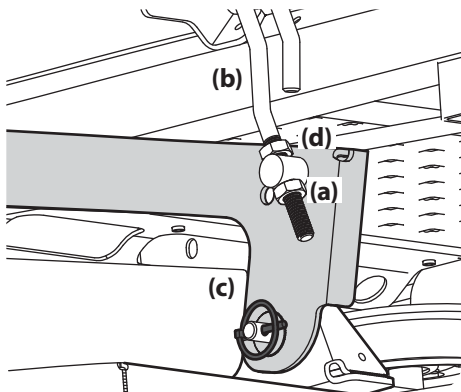

Figure 4-6
3. Desserrez le contre-écrou inférieur (a) sur la barre ajustable (b) qui est fixée au bras de relevage (c) pour abaisser le plateau de coupe, puis serrez le contre-écrou supérieur (d) pour fixer le plateau. Desserrez le contre-écrou supérieur (d) et serrez le contre-écrou inférieur (a) pour relever et fixer le plateau. Voir Figure 4-6.